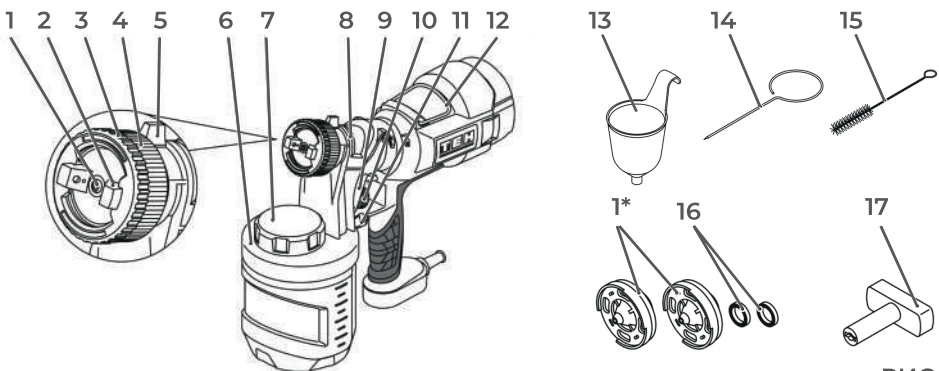

РИС. 1
- наберите полную воронку (Рис. 1 (13)) материала;
Заправьте резервуар для краски (Рис. 1 (6)) приготовленным материалом: